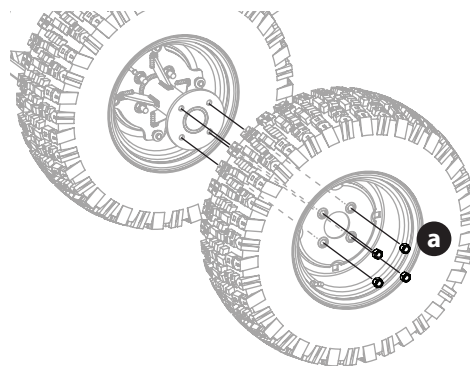

Fig. 51
1. Retire las cuatro tuercas exteriores (a) para desmontar la rueda exterior (Fig. 51).